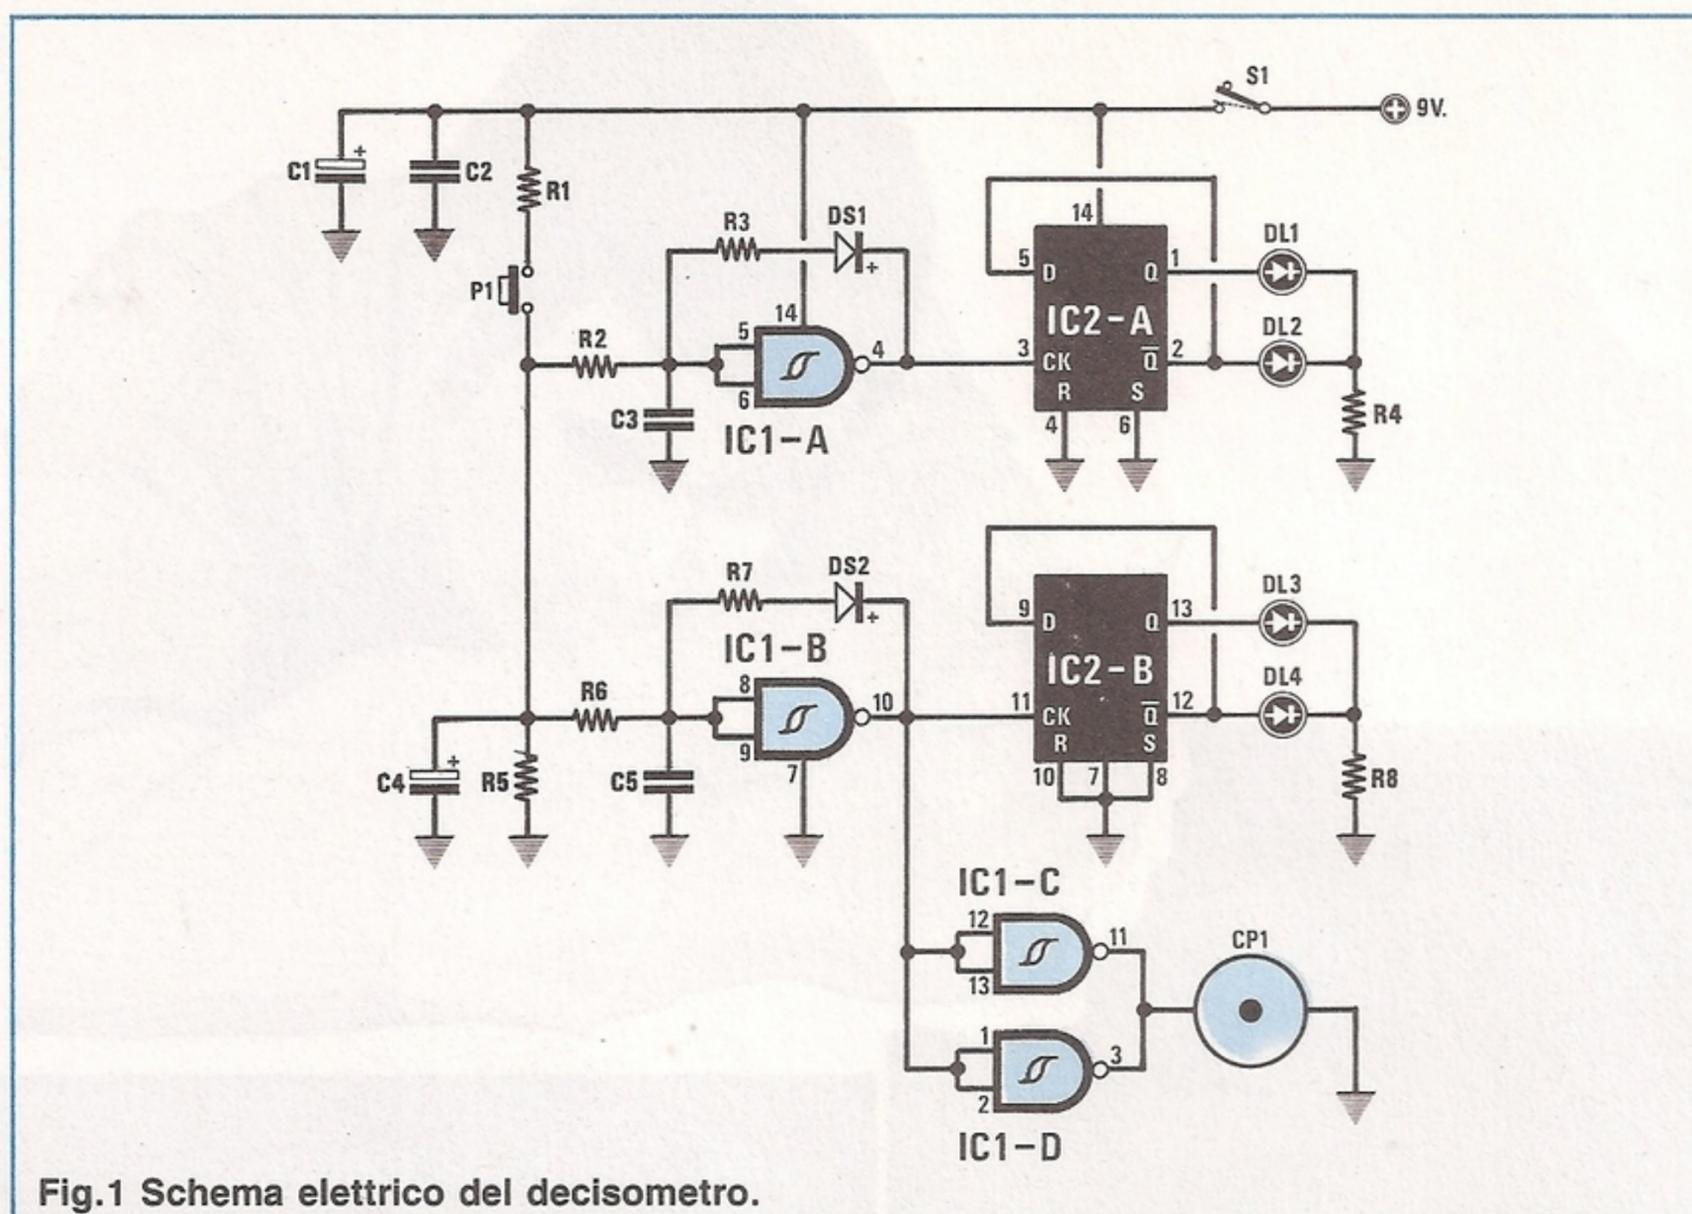

Fig.1 Schema elettrico del decisometro.
Fig.1 Schema elettrico dello Wa-Wa descritto nell'articolo. Di lato le connessioni dell'integrato TL.082 visto da sopra e del transistor BCY59 visto invece da sotto. Ricordatevi che il terminale più lungo del diodo led è l'Anodo.
Vi ricordiamo ancora che i terminali A-K di tale diodo si individuano in funzione della loro lunghezza (vedi fig.1), comunque, perchè non incorriate in errore, precisiamo che il terminale più lungo andrà inserito nel foro che si trova in prossimità dell'interruttore S1.
Lo schema elettrico, come potete osservare in fig. 1, non è eccessivamente complicato, poichè impiega due soli integrati C/Mos di facile reperibilità, quattro diodi led e poche resistenze e condensatori.
**Fig.1** Foto ingrandita del VU-Meter differenziale Stereo a diodi led, che potrà essere installato su amplificatori, radio, mangianastri, ecc. I terminali dei diodi led, come vedesi in questa foto, andranno infilati frontalmente nel circuito stampato.